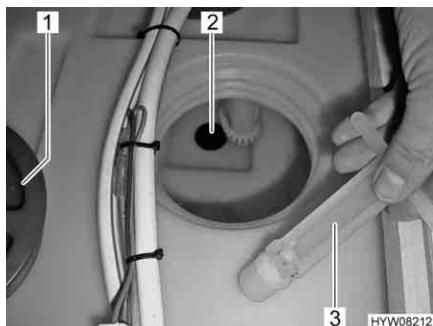

Fig. 160 Serbatoio dell'acqua
- Svitare il coperchio (Fig. 160,1) del serbatoio dell'acqua.
- Estrarre il tappo di chiusura (Fig. 160,3) dall'apertura di scarico (Fig. 160,2). L'acqua fuoriesce.